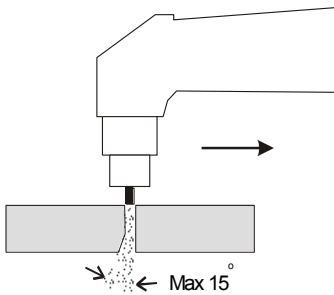

Abb. 8
1. hohe Geschwindigkeit des Schneidens (überzeugen Sie sich, ob die Neigung des durchdringenden Schneidlichtbogens nicht ca. 15° überschreitet (siehe Abb. 8)